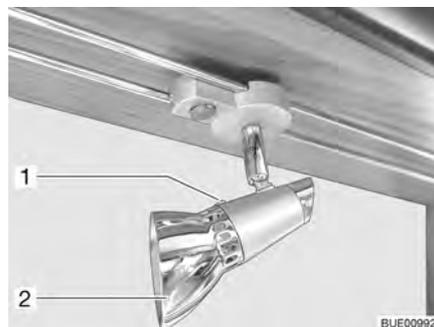

Fig. 210 Foco halógeno (desplazable)
- Soltar el tornillo de fijación (Fig. 210,1).
- Retirar la pantalla de lámpara (Fig. 210,2).